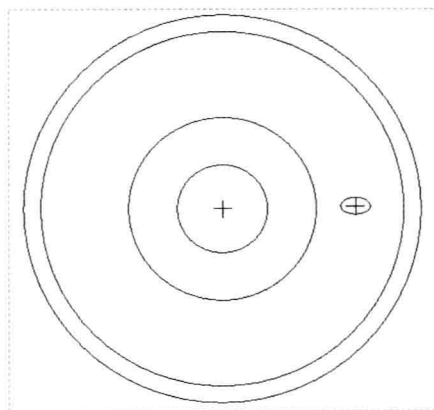

图 3-20 缩放旋转草图
Step 04 执行操作后，单击“旋转调整大小”选项卡中的“完成”按钮，即可缩放旋转草图，如图 3-20 所示。